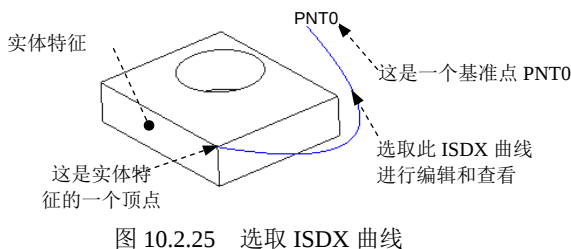

图 10.2.25 选取 ISDX 曲线
(1) 单击视图工具栏中的  按钮，将模型设置为着色显示状态。
(2) 单击图工具栏中的  按钮，在弹出的界面中取消选中  轴显示、 坐标系显示 和  平面显示 复选框，使基准轴、坐标系和基准平面不显示。
(3) 选中  点显示 复选框，使基准点显示。
(4) 单击  按钮，然后选择 VIEW_1 视图。
Step4. 单击  样式 功能选项卡  曲线 区域中的“曲线编辑”按钮  曲线编辑，选取图 10.2.25 中的 ISDX 曲线。